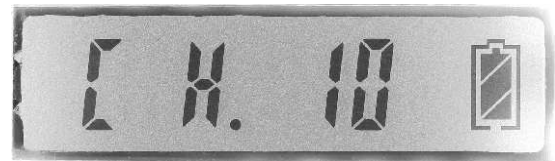

Fig 8
- Presione la tecla CH/ON para seleccionar la edición de parámetro de canal 8FIG 8), entonces utilice la tecla de SELECT para seleccionar el canal.